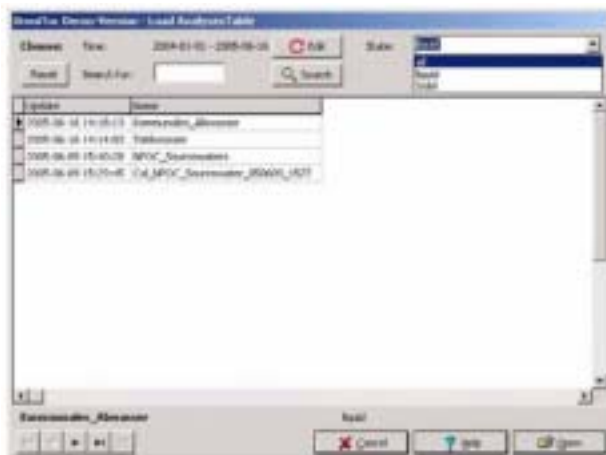

图39 Load Analyses Table (载入分析表) 窗口
**注意:** 在Load Analyses Table (载入分析表) 窗口(图39), 可以通过使用Status (状态) 和Search for fields (查找) 或者通过输入一个时间范围设置一个过滤器, 于是只列出相应的分析表格(5.7.3)。